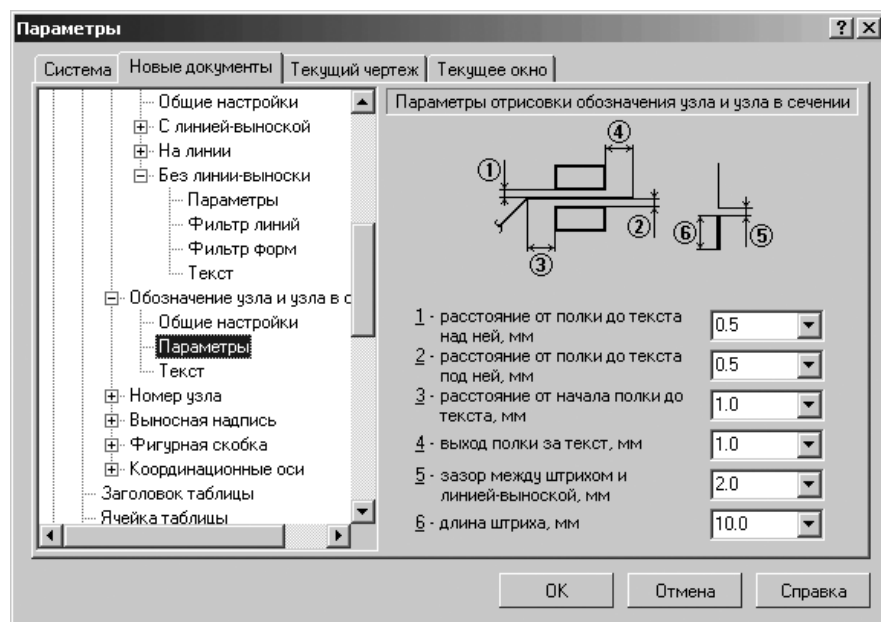

Рис. 10.58. Диалоговое окно **Параметры** с открытой вкладкой **Новые документы** и панелью **Параметры отрисовки обозначения узла и узла в сечении**
- щелкните в списке настраиваемых элементов **Обозначение узла и узла в сечении** по пункту **Параметры**. В правой части появится панель **Параметры отрисовки обозначения узла и узла в сечении**, показанная на рис. 10.58;